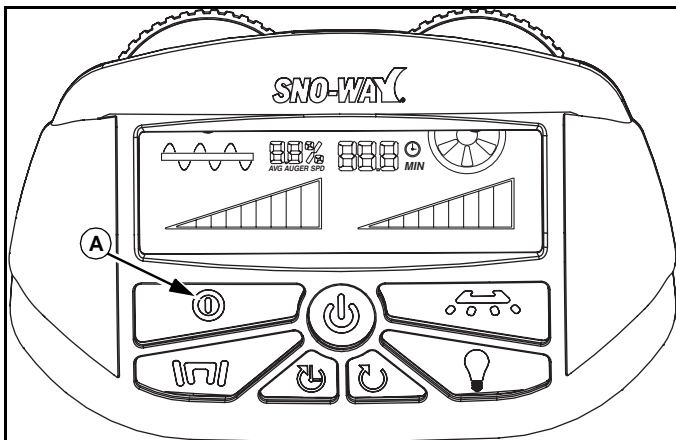

Abb. 1-9
Wenn die Pause-/Run-Taste (A) gedrückt wird, fängt das Gerät zu laufen an und alle gewünschten Funktionen sind einsetzbar. Die Schnecke, der Rotor, der Vibrator, das Befeuchtungssystem und die Leuchte können im Run-Modus betrieben werden. (Siehe Abb. 1-9.)